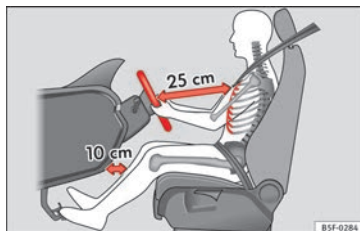

Bild 82 Rätt avstånd mellan föraren och rat-
- Ställ in ratten så att det finns ett avstånd på minst 25 cm mellan ratten och mitten på din bröstkorg » **bild 82**.
- Ställ in förarsätet så att det är ett avstånd på minst 25 cm mellan mitten på bröstkorgen och mitten på ratten » **bild 82**. Om du sitter